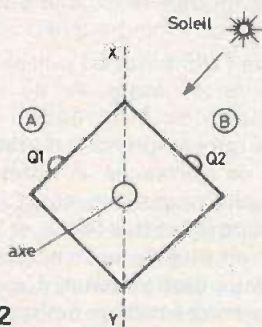

Fig. 2
produisant les tensions  $V_A$  et  $V_B$  respectivement. On peut voir à la figure 2 la manière dont sont disposés A et B. Lorsque le soleil est juste dans l'axe XY, les deux capteurs sont situés symétriquement par rapport au soleil et on a  $V_A = V_B$ . Si le soleil est dans un emplacement comme celui de la figure, il est évident que le capteur solaire B recevra plus de lumière que le capteur A et par conséquent,
Aux figures 2 et 3 on montre le système de commande avec deux phototransistors  $Q_1$  et  $Q_2$  disposés à angle droit sur un bâti à section carrée pouvant tourner autour d'un axe. A la figure 3 on montre le système capteur vu de face.
- 6) pièces à capteurs comme celles des figures 2 et 3